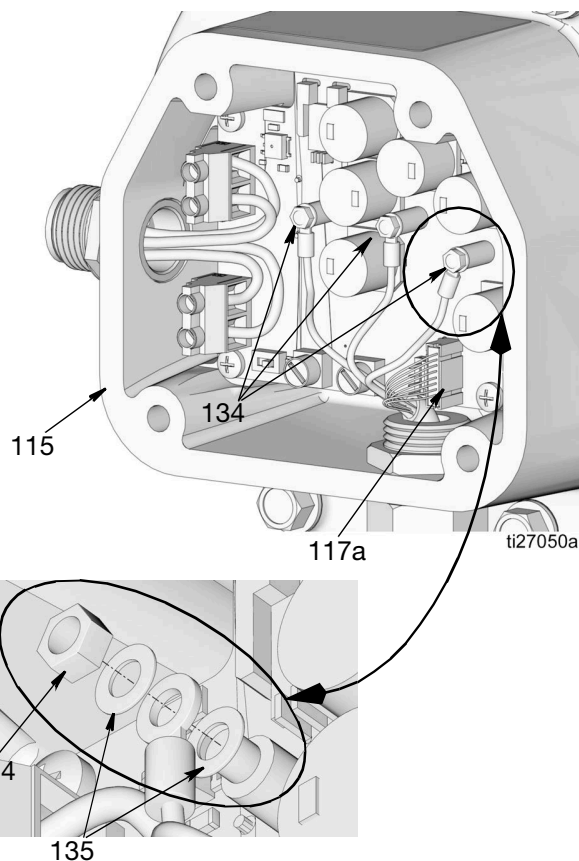

Рис. 71
- Подсоедините кабель датчика (117a) (Рис. 71).